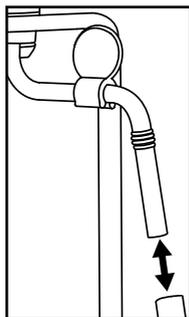

Figure 3
- 1) Tenez un récipient vide sous le mousser à lait ⑩.
- 2) Juste après utilisation, tournez le régulateur de vapeur ⑦ sur « + » et laissez s'échapper la vapeur quelques secondes.
- 3) Fermez le régulateur de vapeur ⑦ (tournez jusqu'à la butée dans le sens « → »), arrêtez l'appareil et débranchez la fiche secteur.
- 5) Retirez la gaine du mousser à lait ⑩ (figure 3) et la nettoyez soigneusement à l'eau chaude.
- 7) Glissez à nouveau la gaine sur la buse (figure 3).